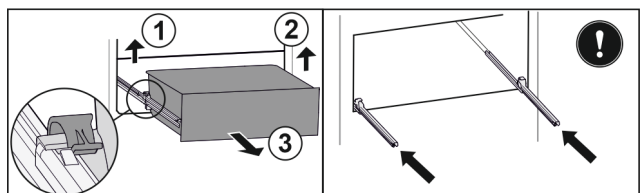

Fig. 152
- ▶ Підняти лівий затискач і одночасно висувний ящик ліворуч потягнути вперед. Fig. 152 (1)
- ▶ Підняти правий затискач і одночасно висувний ящик праворуч потягнути вперед. Fig. 152 (2)
- ▶ Вийняти висувний ящик рухом вперед. Fig. 152 (3)